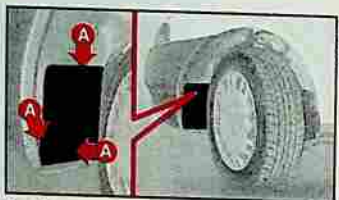

fig. 22
2) Dévisser les vis **A**-fig. 22 du couvercle sur le passage de roues (4 vis lorsqu'elles sont prévues).